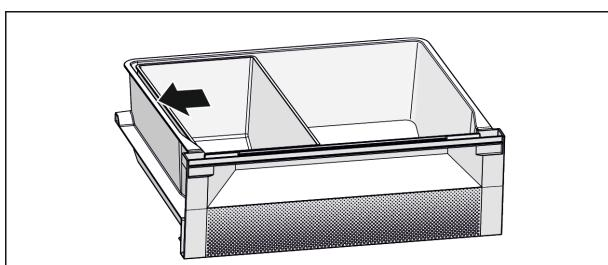

Fig. 6
- Разместите лоток Fish & Seafood. Изображенная позиция Fig. 6 () обеспечивает оптимальную функцию охлаждения.